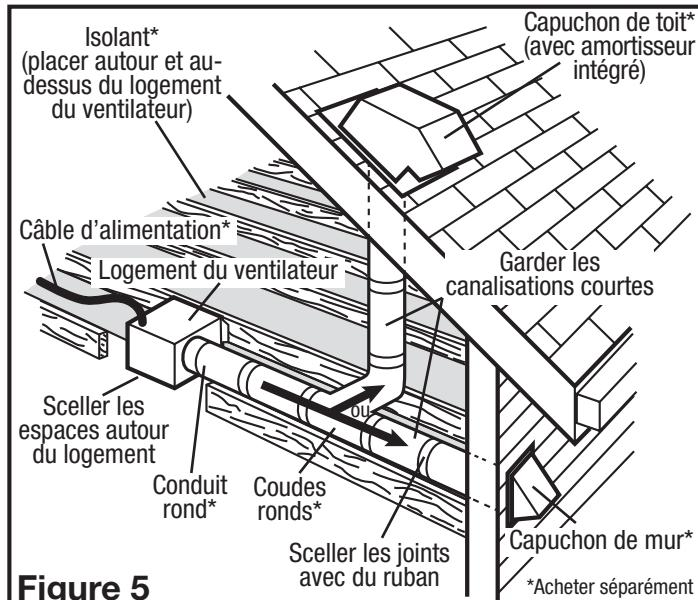

Figure 5
- Assurez-vous que les joints des conduits et les pénétrations extérieures sont scellés avec du mastic ou tout autre matériau similaire pour créer un passage d'air étanche afin de minimiser la perte ou le gain de chaleur et réduire le risque de condensation. Placez / enveloppez l'isolant autour du conduit et / ou ventilateur afin de minimiser la possibilité d'accumulation de condensation à l'intérieur du conduit, ainsi que la perte ou le gain de chaleur (**Figure 5**).